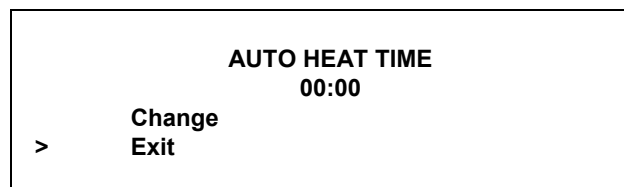

Рисунок 64
**ТЕРМООБРАБОТКИ** позволяет менеджеру устанавливать время дня, когда будет запускаться цикл термообработки. (См. рис. 64)